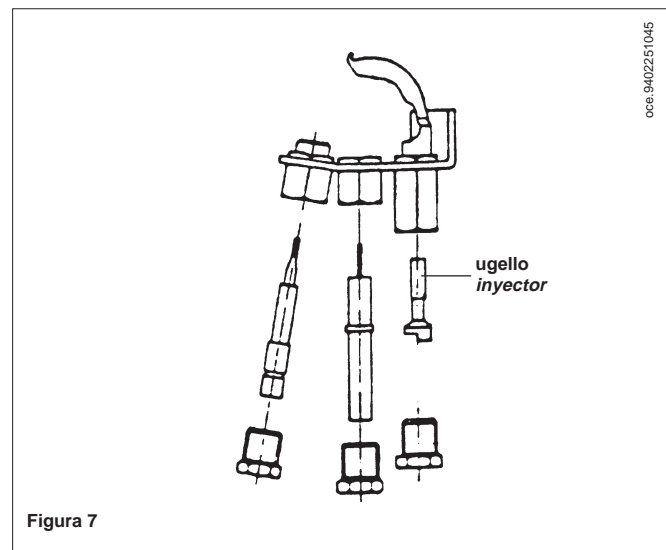

Figura 7
- sostituire l'ugello del bruciatore pilota (figura 7).
- *substituir el inyector del quemador piloto (figura 7).*